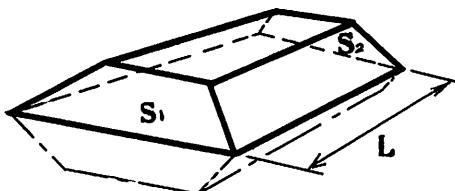

図1 両端断面平均法（一点鎖線は切り取りの場合）
- ①両端断面平均法
- ②点高法（長方形区分法・三角形区分法）
③等高線法
①は細長い土地の土積を算定する場合に用いる方法である。図1において両端の断面積を S_1 、 S_2 とし、両端断面間の距離を L とすると、土積 V は、 $V = (S_1 + S_2) L / 2$ で求めることができる。全測量路線を適当な区間に分け、この式で個々の区間の切